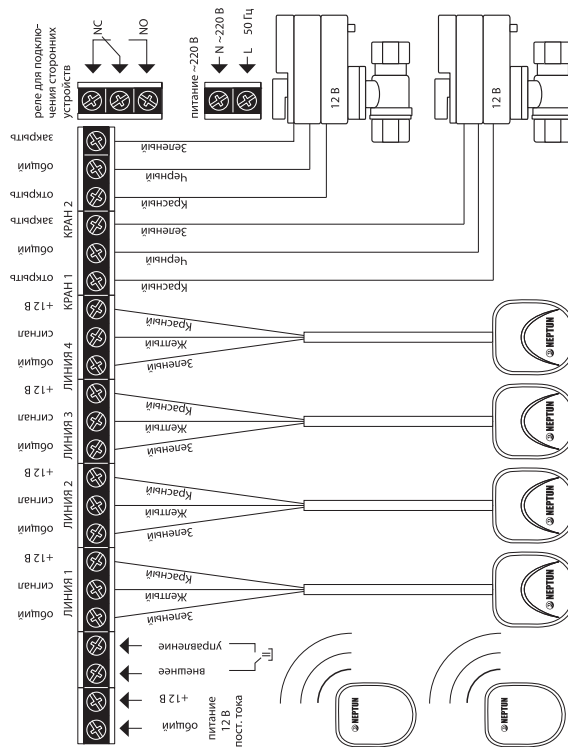
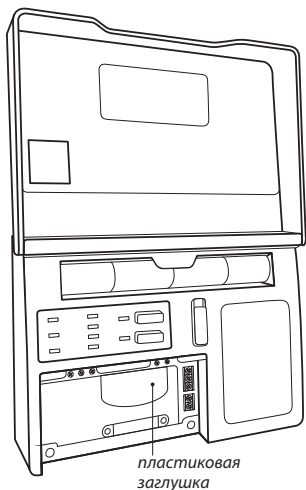

Рис. 4. Схема подключения кранов шаровых с электроприводом серии Neptun Bugatti Pro 12 B к модулю управления Neptun ProW+
Рис. 7. Вид Модуля управления Neptun ProW+ изнутри с открытой крышкой коммутационного отсека
Подключение Модуля управления к сети электропитания переменного тока производите в строгом соответствии со схемой подключения (Рис. 4, 5, 6), которая изображена на внутренней стороне крышки Модуля управления.
3. Откройте крышку коммутационного отсека (Рис. 7).
4. Выполните подключение проводов электропитания, Проводных датчиков и кранов с электроприводами в соответствии со схемами, изображенными на Рис. 4, 5, 6. (в зависимости от типа подключаемых кранов с электроприводом). При необходимости, для ввода проводов в коммутационный отсек удалите пластиковую заглушку, расположенную в нижней части корпуса Модуля управления при помощи отвёртки (Рис. 7)
2. Подключите Проводные датчики к Модулю управления в соответствии со схемами подключения (Рис. 4, 5, 6). При подключении строго соблюдайте порядок подключения датчиков к проводным линиям Модуля управления: красный-провод к клемме «+12 В»; желтый провод к клемме «Сигнал»; зеленый к клемме «Общий» (Рис. 9д).